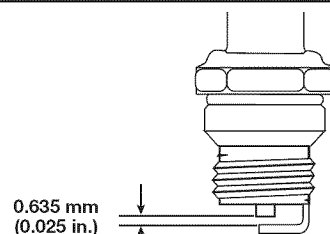

Fig. 28
La velocidad mínima del motor puede ser ajustada. Puede tener acceso al tornillo de ajuste de mínima a través de un orificio en la parte superior de la cubierta del motor (Fig. 28).
2. Suelte el gatillo del regulador y deje que el motor funcione en mínima. Si el motor se para, inserte un destornillador Phillips pequeño en el orificio de la cubierta del motor (Fig. 28). Gire el tornillo de mínima hacia adentro, en sentido horario, de a 1/8 de vuelta por vez (según sea necesario) hasta que el motor funcione en mínima suavemente.